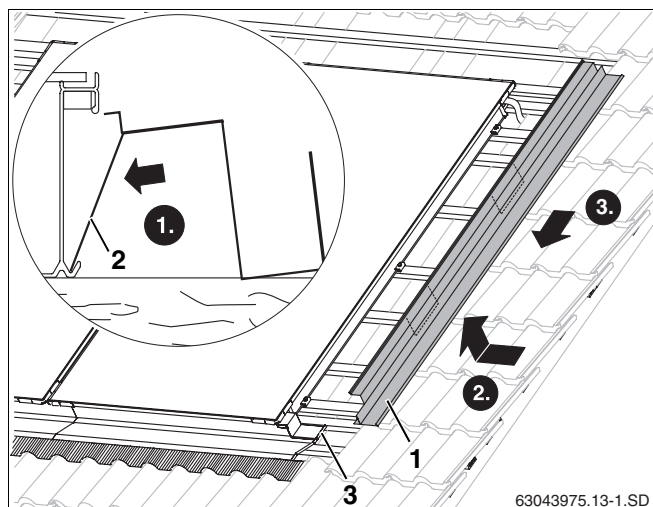

Рис. 48 Установка правого бокового накладного листа
- Нужно установить опорные листы (рис. 48, **поз. 2**) в нижнюю кромку коллектора.
- Вставить боковые накладные листы справа и слева (рис. 48, **поз. 1**) верхней кромкой в паз коллектора и задвинуть на нижний накладной лист.
- Для лучшей фиксации сжать перехлест обоих листов (рис. 48, **поз. 3**).